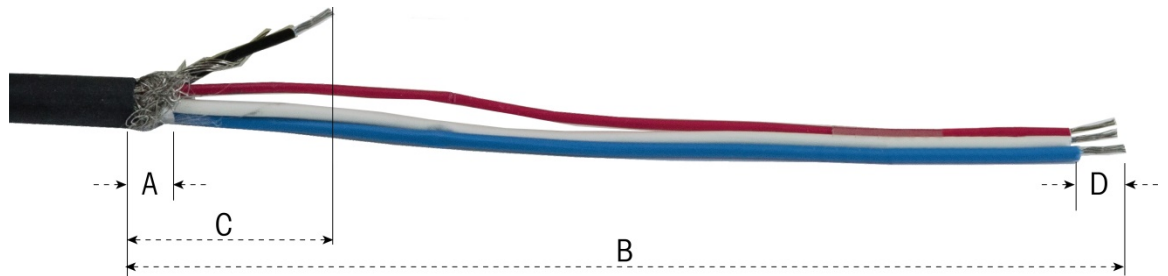

Abbildung 2-78: PowerMount-Kabelvorbereitung – Frontplattengehäuse
1. Schneiden Sie die richtige Länge der Kabelummantelung, des inneren Schirmgeflechts und der Isolierung wie in Abbildung 2-78 dargestellt zurück. Die empfohlenen Längen sind in Tabelle 2-9 aufgeführt.
Kabelschuh auf deren Ende (siehe Abbildung 2-78).